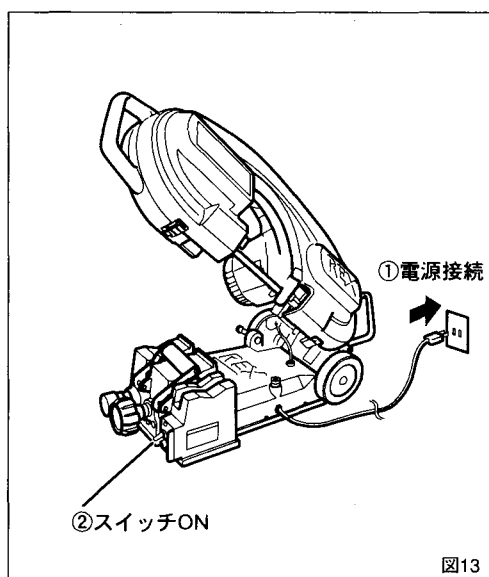

図13
5. 切断前の点検 (図13)
- ①電源プラグをコンセントに接続します。
- ②フレームを上げた状態でベース前面右側にあるスイッチをONにします。
- ③以下の点を確認してください。
- ④確認が終わったら、電源プラグをコンセントから一旦、外しておいてください。